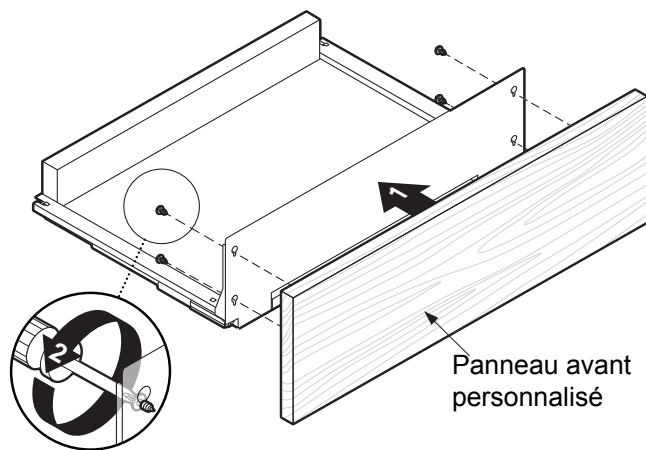

Figure 7 : Panneau avant personnalisé
3. Fixez l'avant du tiroir en visant quatre (4) vis de 1/2 po (12,7 mm) à travers le côté arrière du panneau avant du tiroir-réchaud (*Figure 7*).